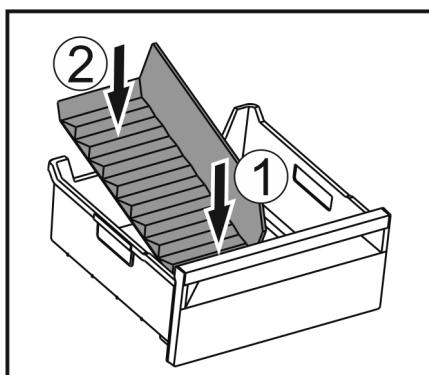

Fig. 115
- ▶ Вставити передню частину перегородки відділення для льоду. Fig. 115 (1)
- ▶ Опустити задню частину перегородки відділення до dna ящика для кубиків льоду. Fig. 115 (2)